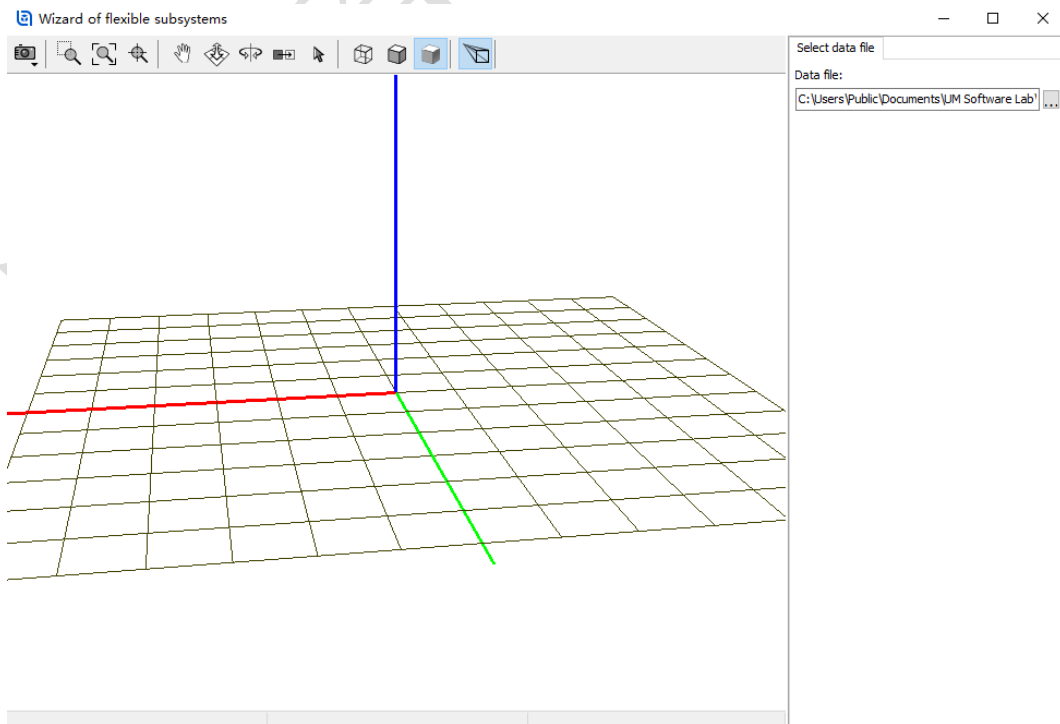
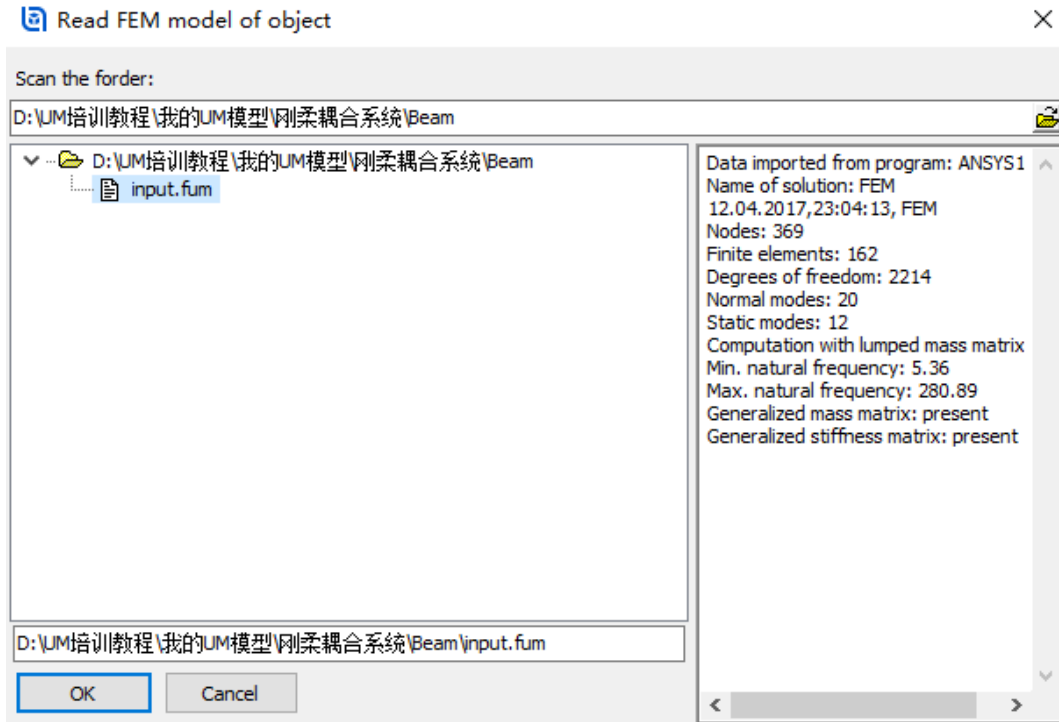

图 2-95
图 2-96
- 4) 在图 2-95 界面右侧点击按钮，在文件浏览器中定位到路径“D:\UM 培训教程\我的 UM 模型\刚柔耦合系统\Beam”，选中 input.fum，点击 OK，如图 2-96。